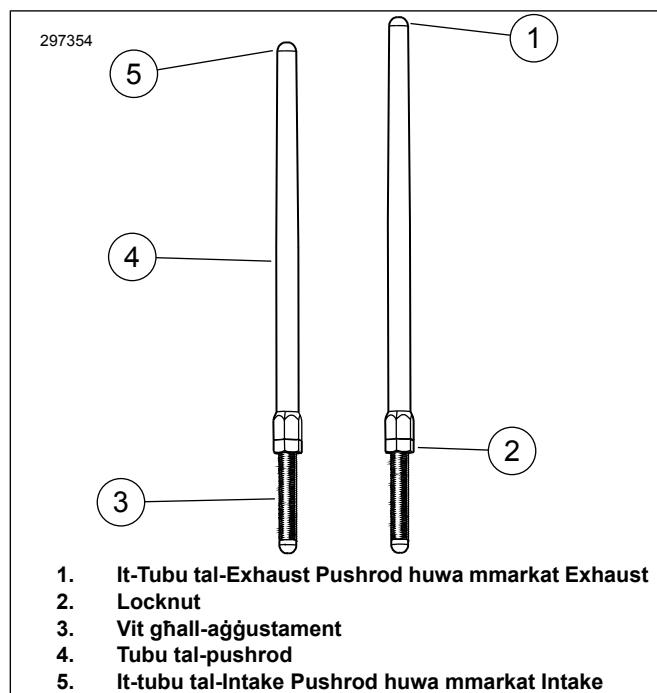

Figura 1. Push Rod Aġġustabbi
4. Ara Figura 1 . Holl fit il-locknuts ta' fuq l-pushrods kollha u aġġustahom għall-iqsar tul tagħhom.
2. Ara Figura 1 . Bil-vit tal-aġġustament tal-pushrod miżimum milli jdur permezz ta' spaner ta' 5/16 pulzjer , dawwar it-tubu tal-pushrod bil-mod permezz ta' spaner ta' 1/2 pulzjer , żewg dawriet u nofs (2-1/2) favur l-arlogg (billi ttawwal l-pushrod) kif jidher minn isfel. (Hemm tikka fuq in-naħa c-ċatta tat-tubu tal-pushrod li jista' jintuża bħala referenza.)